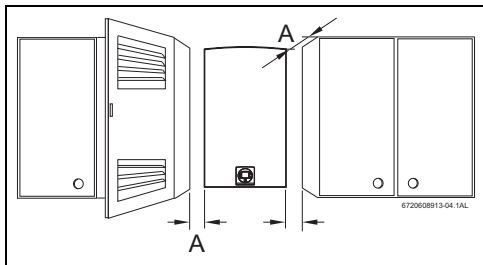

Fig. 20 Distâncias mínimas
- ▶ Respeitar as medidas mínimas de instalação indicadas na Fig. 20.
- ▶ Assegurar o bom acesso aos trabalhos de manutenção, respeitando as distâncias mínimas indicadas na Fig. 20.